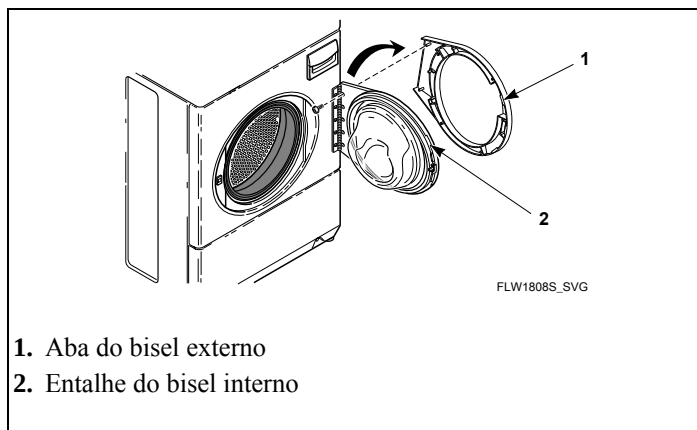

Figura 9
2. Remova os 11 parafusos Torx T-20 que seguram o bisel externo da porta no bisel interno da porta. Consulte *Figura 9*.
3. Puxe o lado da dobradiça para fora da porta e deslize para frente. Consulte *Figura 9*.
10. Reinstale o bisel externo da porta alinhando as abas do bisel externo com os entalhes no bisel interno e deslizando o bisel externo para a posição. Consulte *Figura 9*.